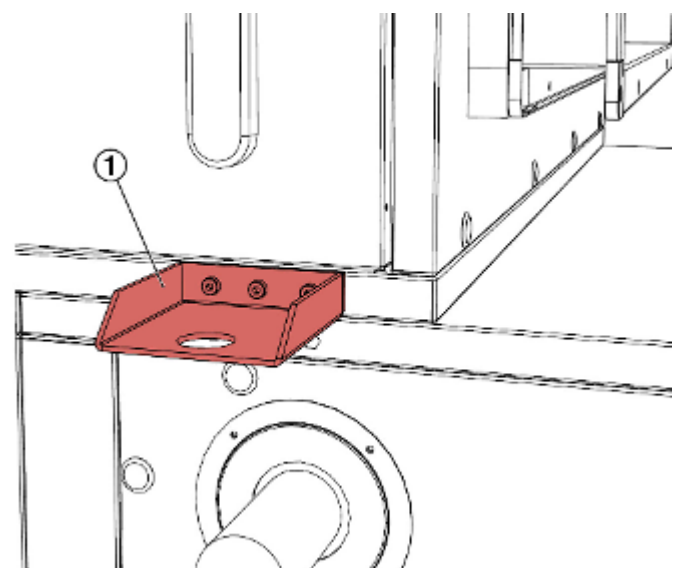

Abb. 17: Transportwinkel demontieren
- 2 ▶ Am oberen RLT-Bauteil die Transportwinkel (Abb. 17 /1) demontieren.